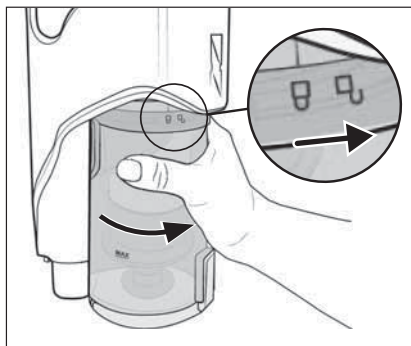

Fig. 28
- 8) Așezați rezervorul de colectare a murdăriei **7** din nou în aparat și rotiți-l în direcția simbolului  (închidere), până când se fixează în aparat (a se vedea fig. 28).